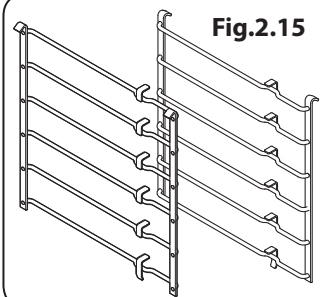

Fig.2.16
1. Placera öppningen i det övre bakre spåret på sidostödet (med löpskenan i inskjutet läge) (Fig.2.16). Försätt inte längre än till öppningen i detta läge.
2. Lyft löpskenans främre del för att placera det främre spåret mot sidostödet (Fig.2.16).
3. Tryck in löpskenan mot ugnens bakre del. Haken på framsidan kommer att lyftas och sänkas för att hålla löpskenan på plats (Fig.2.16).